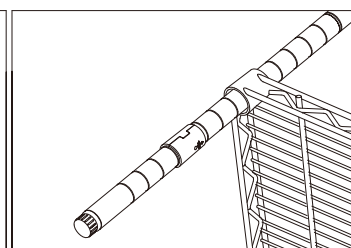

Figure 3
- iii. Placez la tablette sur le côté et glissez chaque montant, comprenant les manchons coniques, au travers de la tablette jusqu'à ce que le tout soit bien ajusté. (Voir la Figure 3)